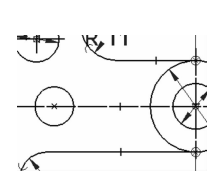

图 6-161 放置视图
(27) 在图纸的右侧点画线上单击放置圆直径为 12mm 的圆，如图 6-161 所示。
(28) 单击【主页】选项卡【尺寸】区域下的 【智能尺寸】按钮，标注刚才放置的圆的尺寸，并单击上方菜单栏的 【半径】选项，放置在合适位置，并标注该圆到右侧圆